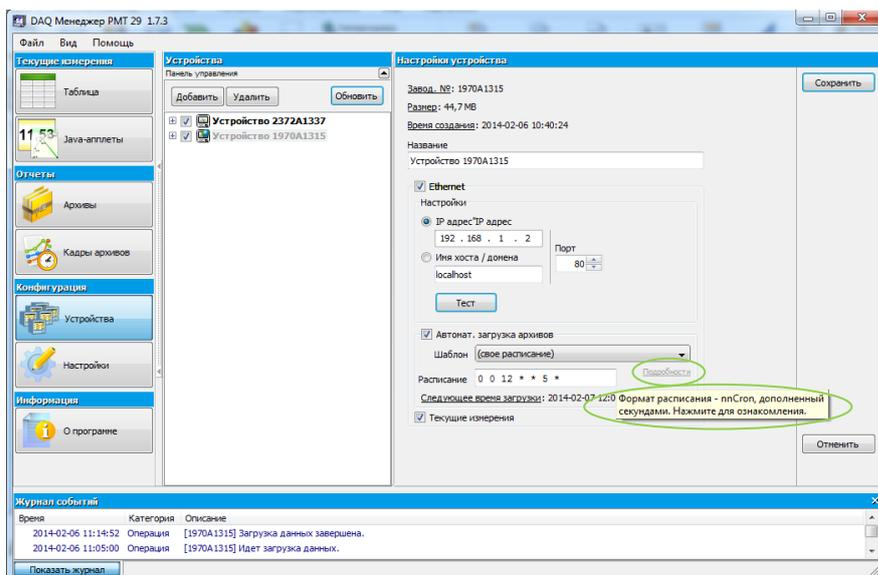

Рисунок 4.10. Вкладка «Подробности».
– выбрать нужное устройство из списка и активировать раздел "Автомат. загрузка журналов". Для удобства работы пользователя в программе уже имеется несколько шаблонов расписания для автоматической загрузки данных. Каждый шаблон определяет период времени для автоматического запуска процесса загрузки журналов в программу «DAQ Manager» (рис. 4.9). При необходимости пользователь может настроить собственное расписание загрузки. Описание процесса настройки пользовательского шаблона расписания (пункт меню «Шаблон» - «(свое расписание)») можно посмотреть, щелкнув на вкладке «Подробности» (рис. 4.10.) или открыв в сети Интернет страницу <http://www.nncron.ru/help/RU/working/cron-format.htm>. Период времени задается в формате `nnCron` с дополнительным полем для задания секунд. В поле «Расписание» представлен вид текущего шаблона времени в формате `nnCron`.